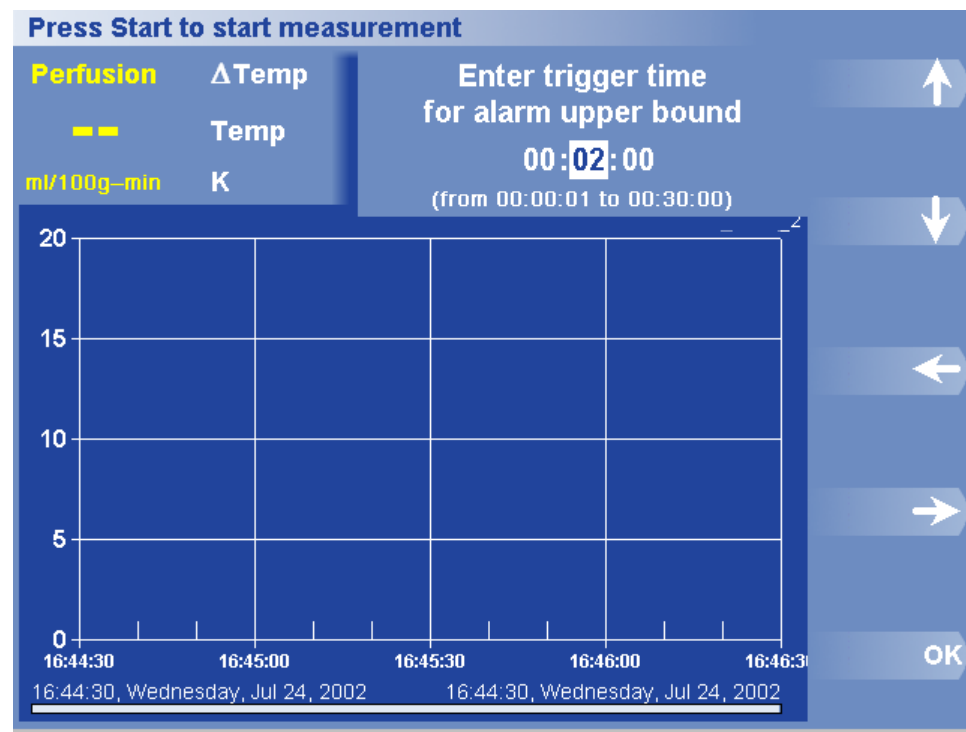

Figura 27. Caixa de Diálogo e Menu Tempo de Disparo do Valor de Activação
2. Prima Tempo de Disparo Aparece a caixa de diálogo Tempo de Disparo (Figura 27).